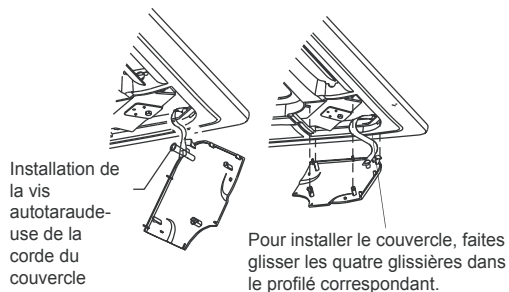

Figure 25 – Raccordement du fil d'affichage
- g. Branchez le connecteur de l'afficheur à la prise correspondante sur le corps principal (consultez la figure 25).